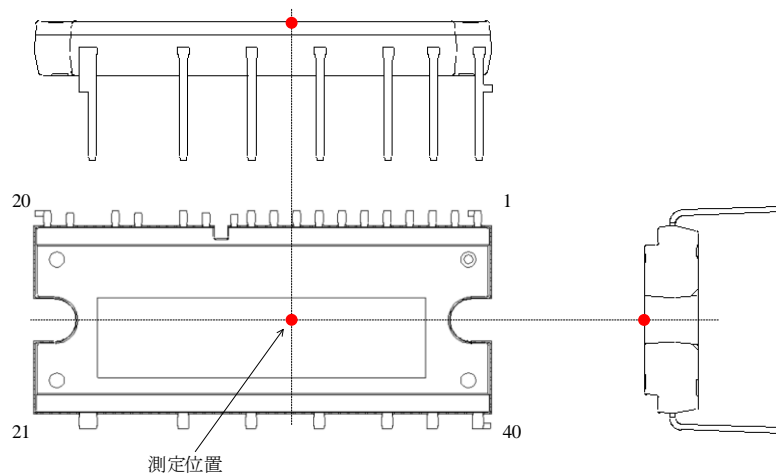

図 3-1 ケース温度測定位置
- (1) 制限抵抗の電圧降下を含む
(2) ケース温度は図 3-1 で規定
(3) 内部出力素子のジャンクションとケース間の定常熱抵抗（過渡熱特性は 15.4 項を参照）
(4) 内部フリーホイールダイオードのジャンクションとケース間の定常熱抵抗